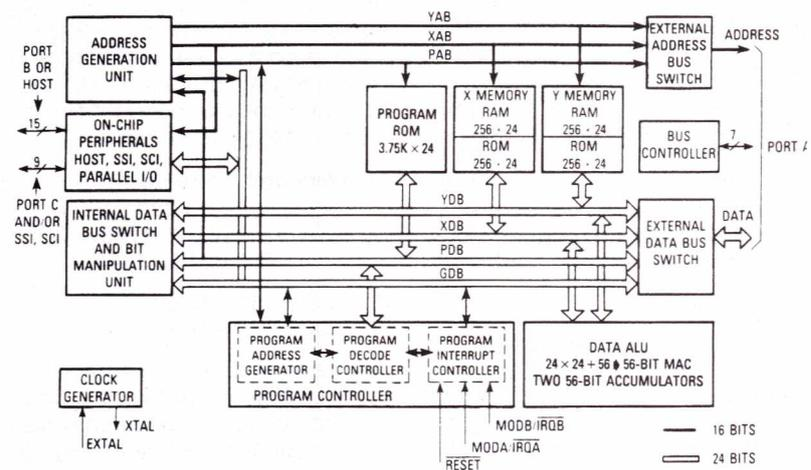

Figure 13 : le DSP 56000
1) Le DSP 56000 dont la seule différence avec le DSP 56001 réside dans le fait que sa mémoire programme est une ROM $3,75 \text{ k} \times 24$ bits (pour une RAM 512×24 dans le DSP 56001) et de ce fait l'absence de ROM de Bootstrap. (figure 13).